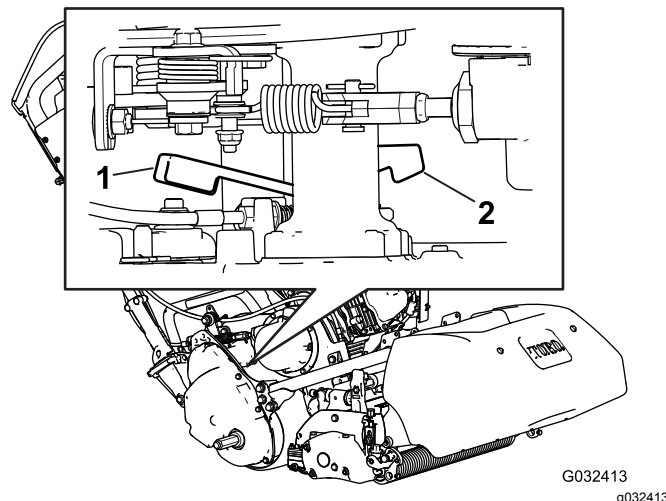

Figure 30
1. Dans l'angle arrière droit de la machine, localisez le levier d'engagement/désengagement de la transmission aux roues, près du tambour d'entraînement (Figure 30).